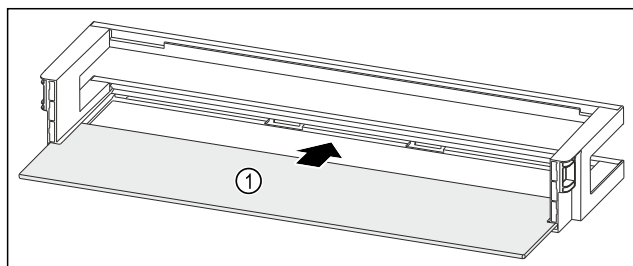

Fig. 95 Raft montat pe ușă cu raft
- ▶ Împingeți în interior raftul Fig. 95 (1) în degajările laterale.